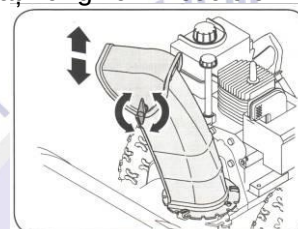

Fig.28
4. Rotiți jgheabul în sus sau în jos, înainte să strângeți din nou butonul pentru aripă, vezi Fig. 28.